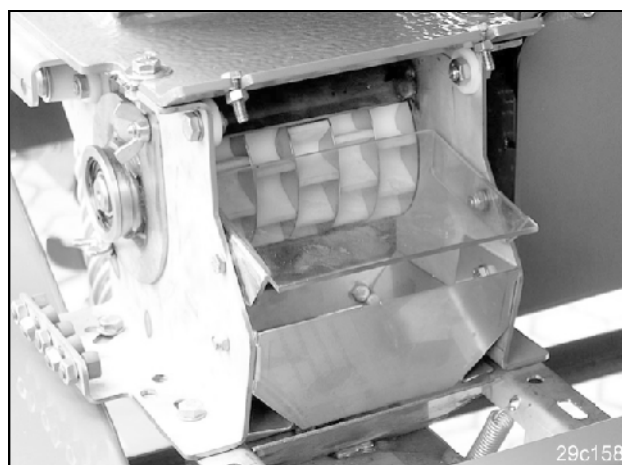

Fig. 72
- Figuren (Fig. 72) viser det lukkede spjæld.